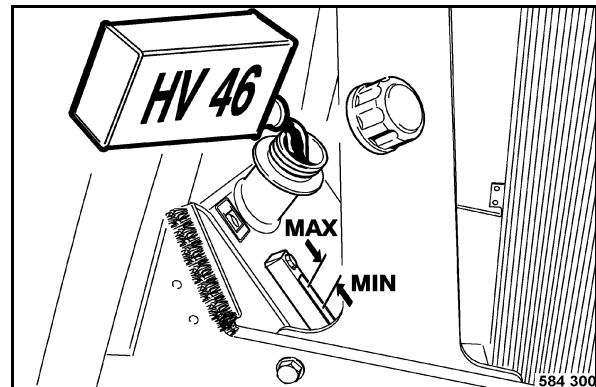

Fig. 182
- Remove the filler cap (Fig. 182).